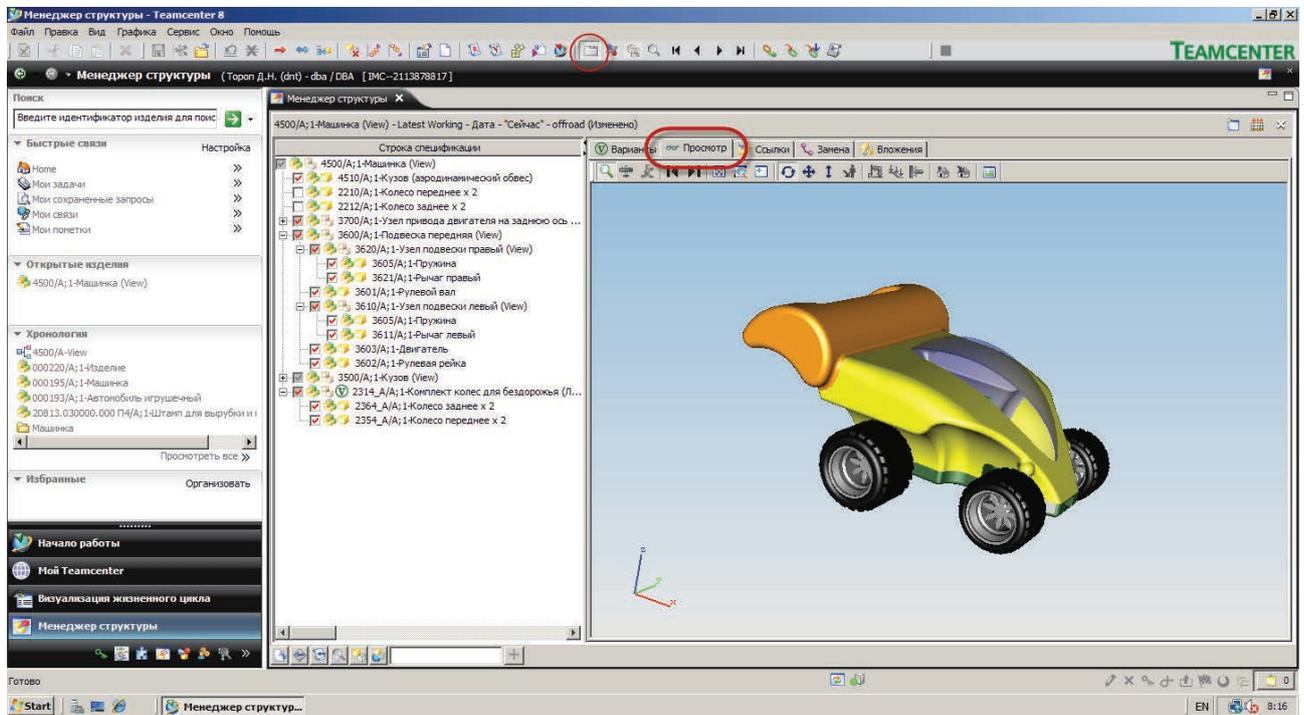

Рисунок 17.2
- **Менеджер структуры**, на вкладке **Просмотр** панели данных (рис. 17.2);